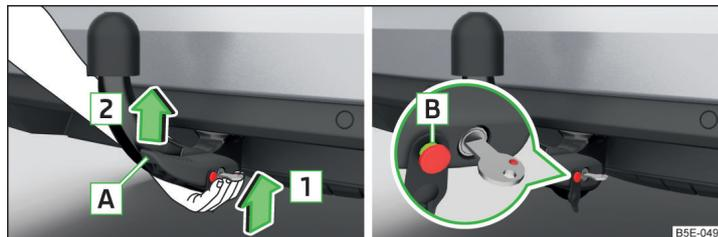

Abb. 170 Kugelstange einsetzen / Auslösebolzen in ausgefahrenem Zustand
- Die Kugelstange **von unten** » Abb. 170 fassen und in den Aufnahmeschacht in Pfeilrichtung **1** bis zum hörbaren Einrasten einsetzen » **!**.